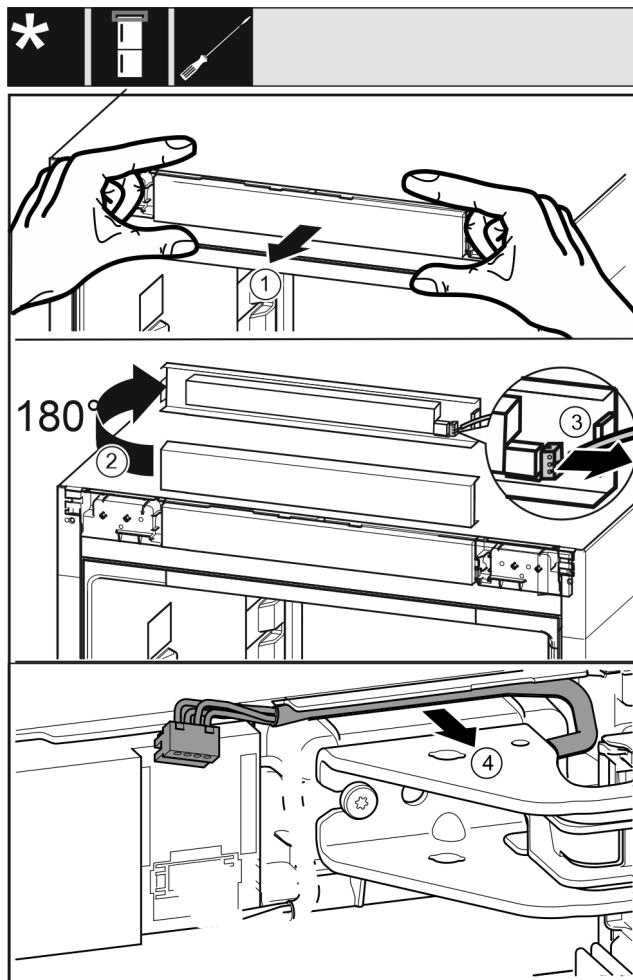

Fig. 21
- ▶ Okvir upravljalne plošče Fig. 21 (1) previdno ločite v smeri naprej.
- ▶ Okvir upravljalne plošče Fig. 21 (2) obrnite navzgor za 180°.
- ▶ Zaskočni nastavek Fig. 21 (3) potisnite nazaj in previdno izvlecite vtič.
- ▶ Kabel Fig. 21 (4) prek ležajnega podstavka previdno ločite od vodila.